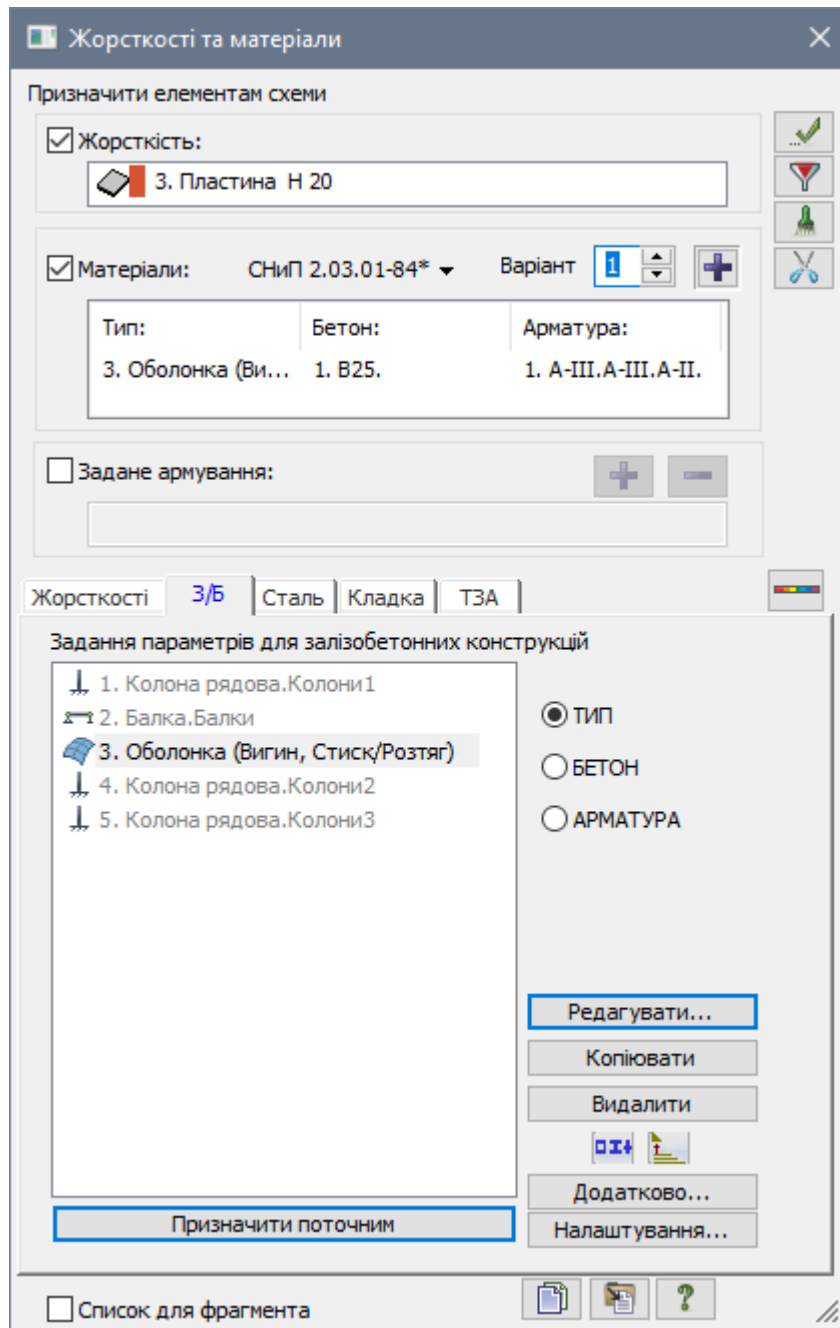

Рис. 21.14. Діалогове вікно Жорсткості та матеріали
- У діалоговому вікні **Жорсткості та матеріали** (рис. 21.14), при включеній радіо-кнопці **Бетон**, у списку типів властивостей бетонів виділіть курсором рядок **1.B25**.